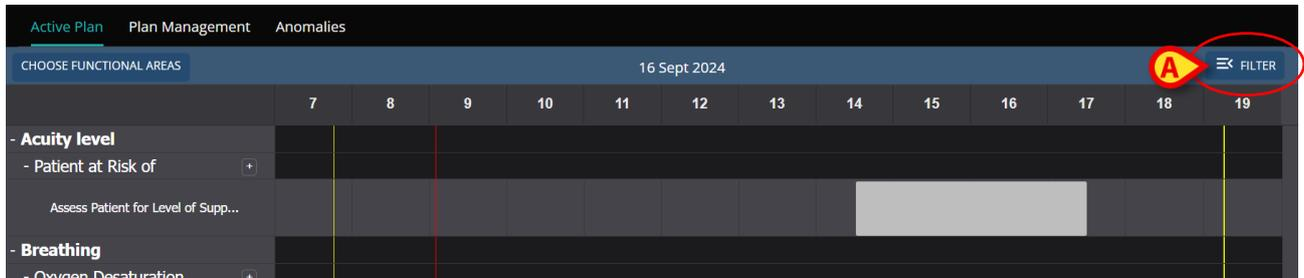

Fig 96
- Pulse el botón Filter (Filtro) situado en la esquina superior derecha de la pantalla (Fig 96 **A**).